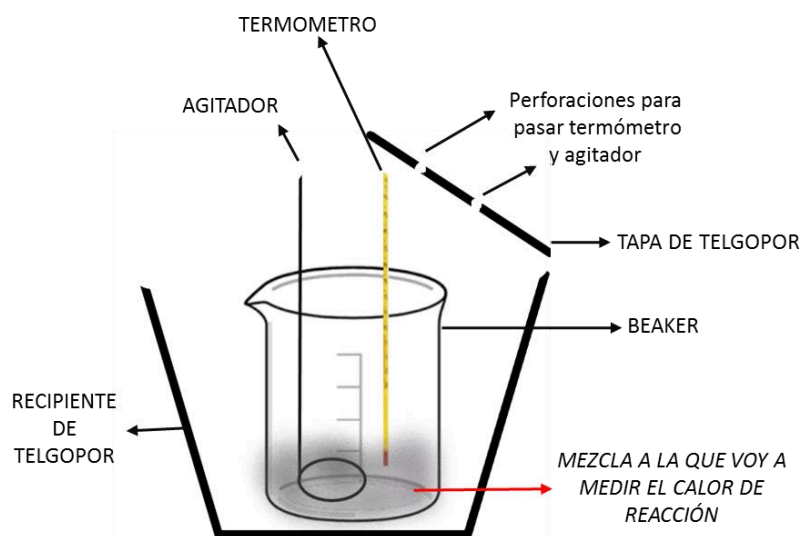

Figura 17. Vaso de Dewar
a) Armar un calorímetro como indica la figura 17.